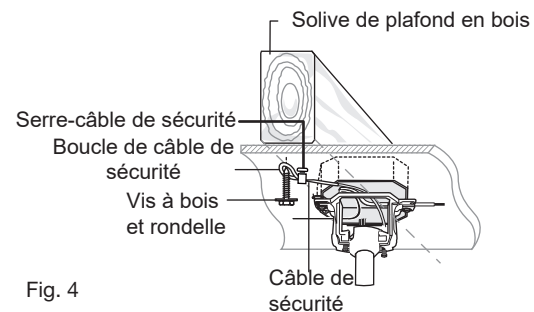

Fig. 4
- 9 REMARQUE: La languette opposée à l'ouverture du support de suspension doit s'insérer dans la fente de la boule. (Fig. 4)
- 2 Connectez les fils noirs du commutateur dans le berceau A aux fils noirs dans le boîtier de commutation. Fil d'entrée chaud vers l'un des fils du commutateur du socle. Le fil d'alimentation du ventilateur est connecté au fil de l'interrupteur restant. (Fig. 4)
Un flux d'air VERS LE HAUT déplace l'air plus chaud hors de la zone du plafond, comme illustré à la figure 4. Cela vous permet de régler votre unité de chauffage sur un réglage plus frais sans affecter votre confort.